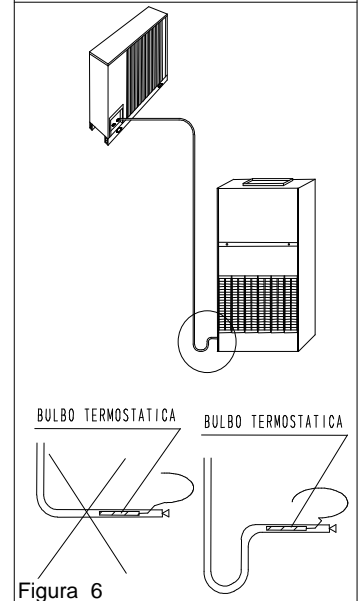

Figura 6
- Se l'unità terminale è dotata di valvola termostatica oltre al sifone prevedere un pozzetto (vedi Figura 6) il più vicino possibile all'unità. Quanto detto per evitare che il bulbo della valvola termostatica, a macchina ferma, rimanga in contatto con del liquido.